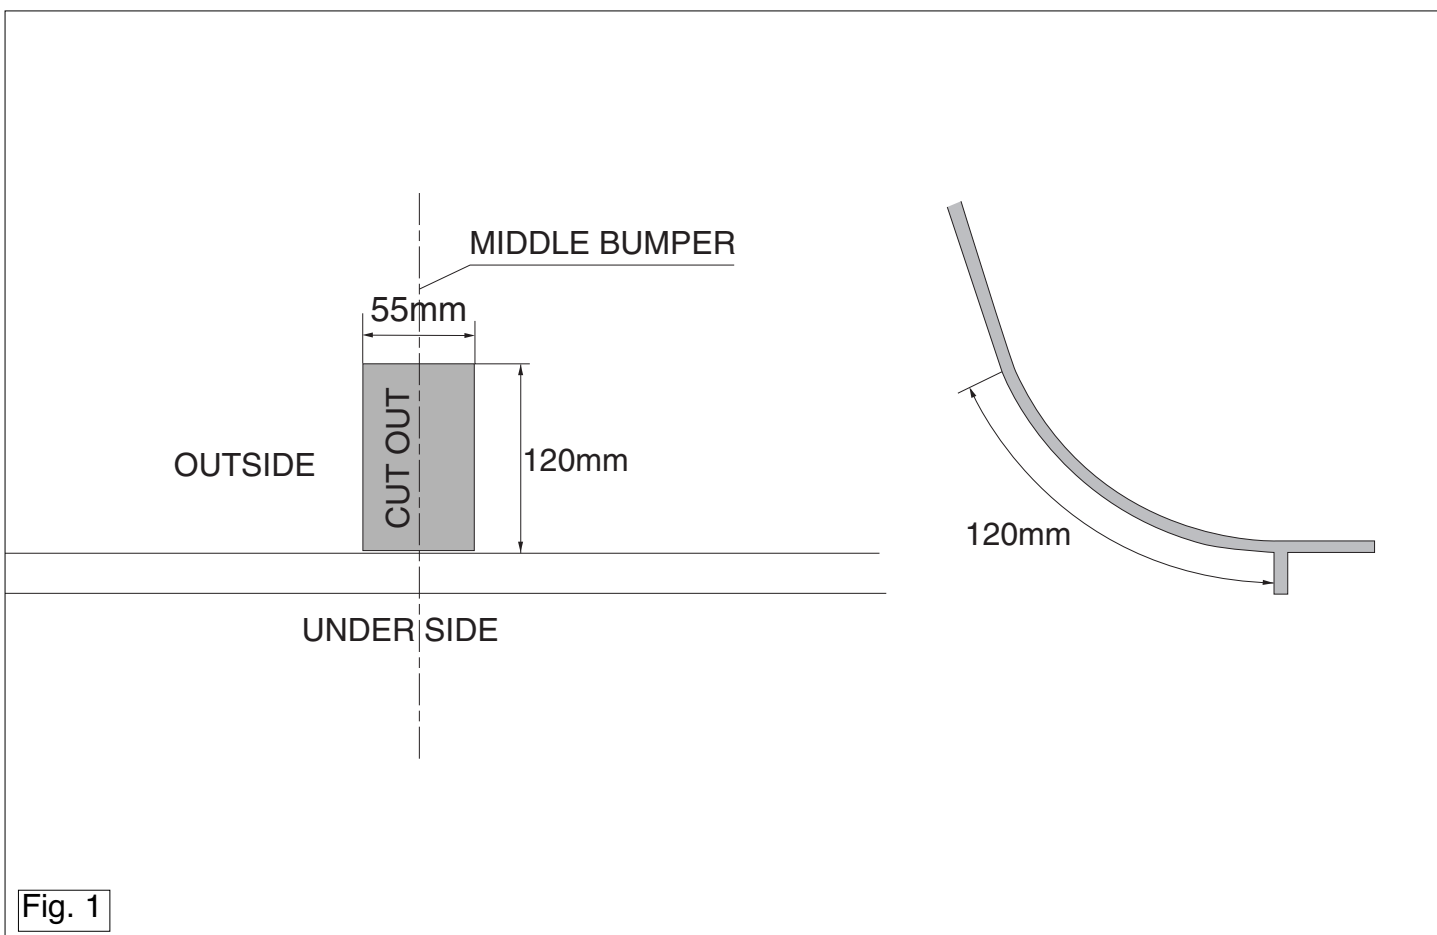

Fig. 1
4. Saw a section out of the middle of the underside of the bumper as shown in fig 1.
4. Scier au centre de la partie inférieure du pare-chocs une partie correspondant à la figure 1.
4. Auf der Unterseite der Stoßstange einen Teil aus der Mitte gemäß Abbildung 1 heraus schneiden.
4. Sav en del ud af kofangeren midt på undersiden jf. fig. 1.